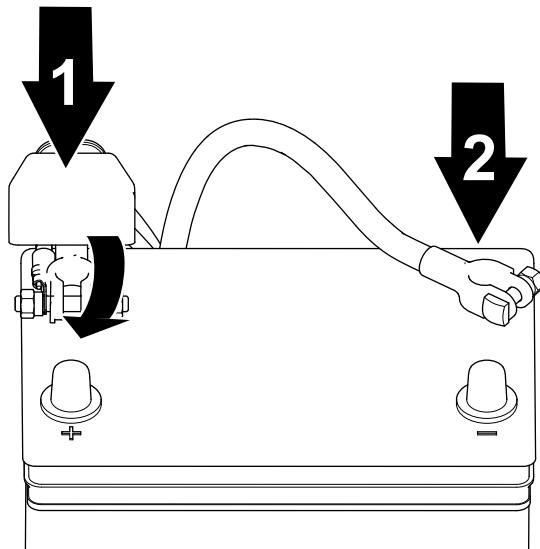

Figura 42
2. Collegate il cavo negativo alla batteria e serrate il dado della fascetta della batteria (Figura 42).
1. Collegate il cavo positivo alla batteria e serrate il dado della fascetta della batteria (Figura 42).